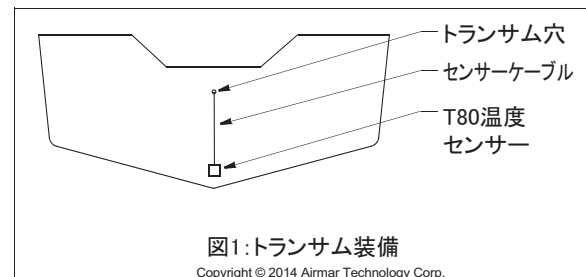

図1:トランサム装備
1. 船体ナットを取り外します (図 1 参照)。
2. 余分なシール剤を絞り出すため、取付け穴に本体をねじりながらはめ込みます (図 1 参照)。